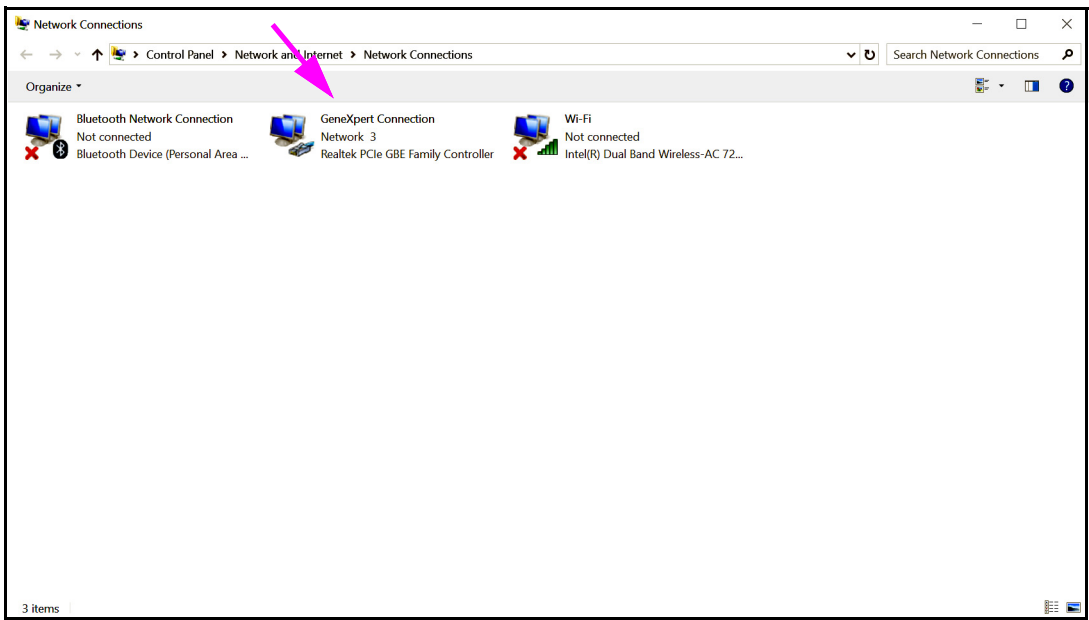

图 2-46. Network Connections（网络连接）屏幕
5. 单击 **Change adapter settings**（更改适配器设置）。出现 Network Connections（网络连接）屏幕。请参见图 2-46。